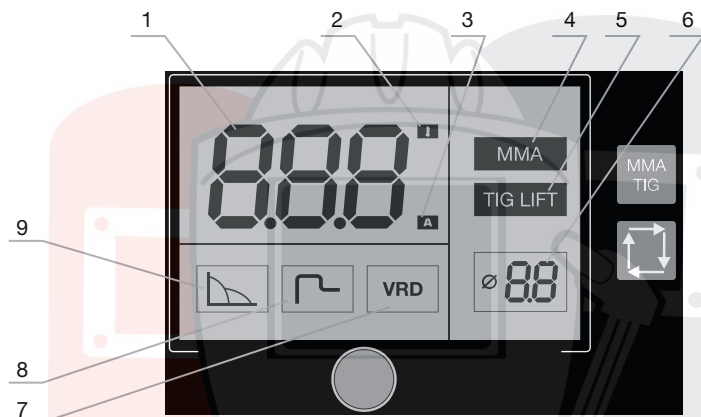

Рис. 4.2 Индикация дисплея
- В аппаратах IN 160, 180, 200 SYN Digital реализована индикация диаметра вольфрамового электрода в зависимости от выставленного сварочного тока (Позиция 6 на Рис. 4.2).